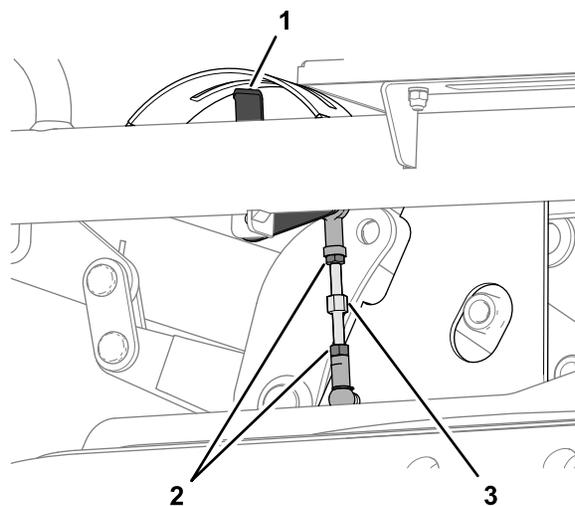
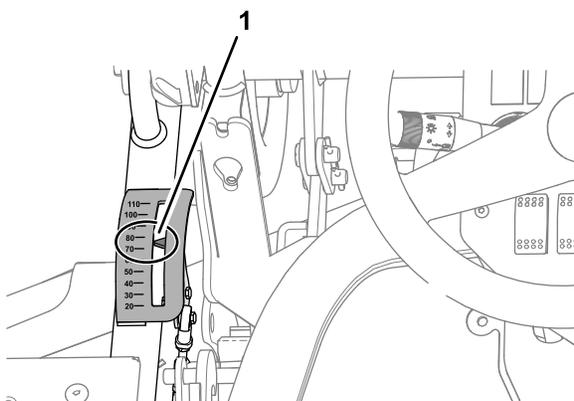

Figura 131
Figura 130
B. Gire el enlace hasta que el puntero del indicador de la altura de corte esté alineado con la marca de 75 mm cuando se ve desde el asiento del operador (Figura 130 y Figura 131).
C. Apriete las 2 contratuercas (Figura 131).
2. Siéntese en el asiento del operador y observe el puntero del indicador de la altura de corte (Figura 130).
A. Afloje las 2 contratuercas que fijan el enlace de la altura de corte (Figura 131).